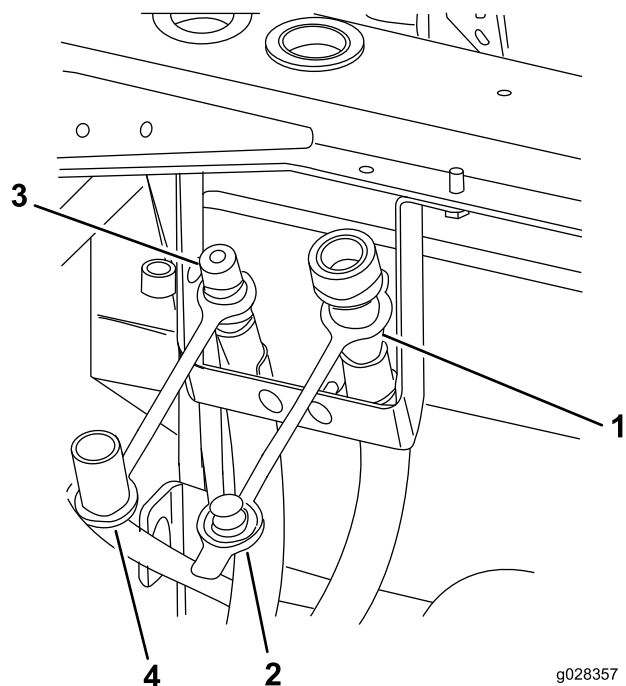

Figura 10
5. Ensamble la manguera de presión en el soporte de pasamuros en la posición de la izquierda con una abrazadera "R", un perno de cuello cuadrado (1/4") y una tuerca (1/4") (Figura 10).
7. Ensamble la manguera de retorno en el soporte de pasamuros en la posición de la derecha con una abrazadera "R", un perno de cuello cuadrado (1/4") y una tuerca (1/4") (Figura 10).